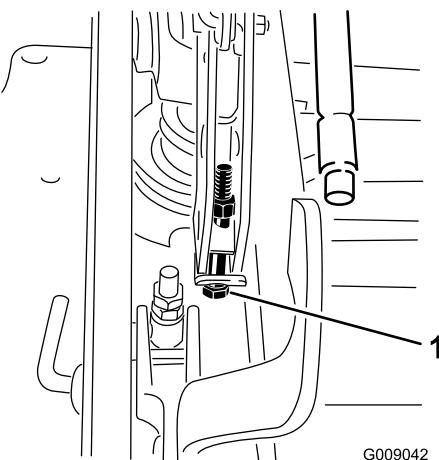

図 80
13. デッキが低すぎる場合には、シングルポイント調整ボルトを右に回して締める。デッキが高すぎる場合には、シングルポイント調整ボルトを左に回してゆるめる (図 80)。